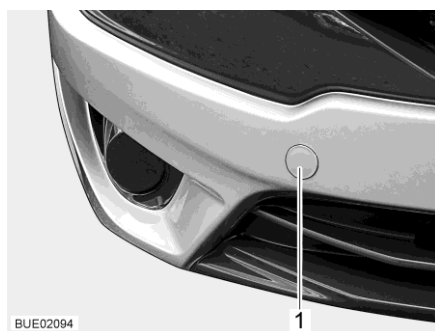

Fig. 48 Couvercle pour la fixation de l'œillet de remorquage (exemple)
- Retirer le couvercle (Fig. 48,1).